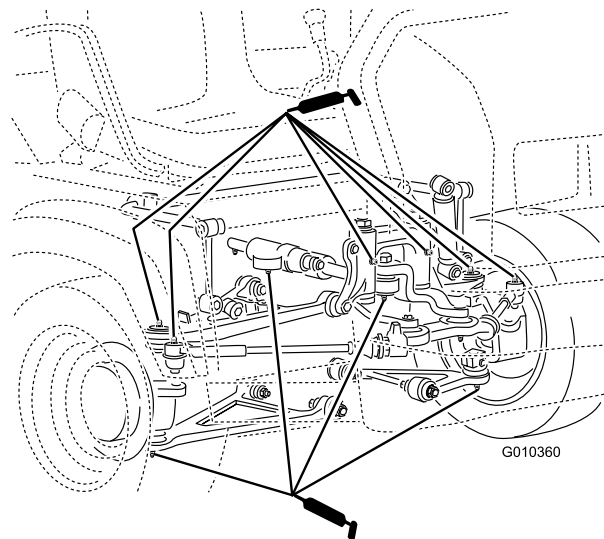

Figura 36
- Giunti a sfera (4), tiranti (2), punti di montaggio di perni (2) e cilindro di sterzata (2) (Figura 36)